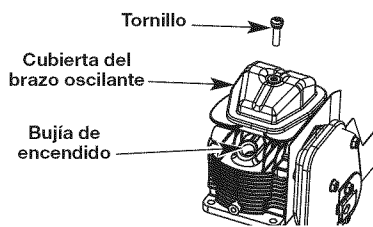

Fig. 29
5. Limpie la suciedad de alrededor de la cubierta del brazo oscilante. Saque el tornillo que sostiene la cubierta del brazo oscilante con un destornillador grande de vástago plano o con una broca Torx T-25 (Fig. 29). Saque la cubierta y la junta del brazo oscilante.
• El pistón esté en la posición superior de su recorrido. Esto deberá hacerse mirando por el orificio de la bujía. (Fig. 29)